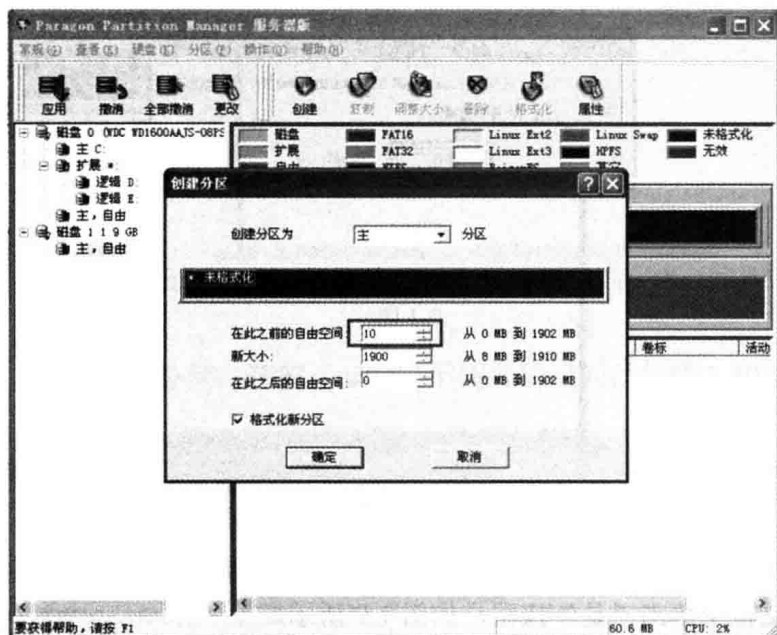
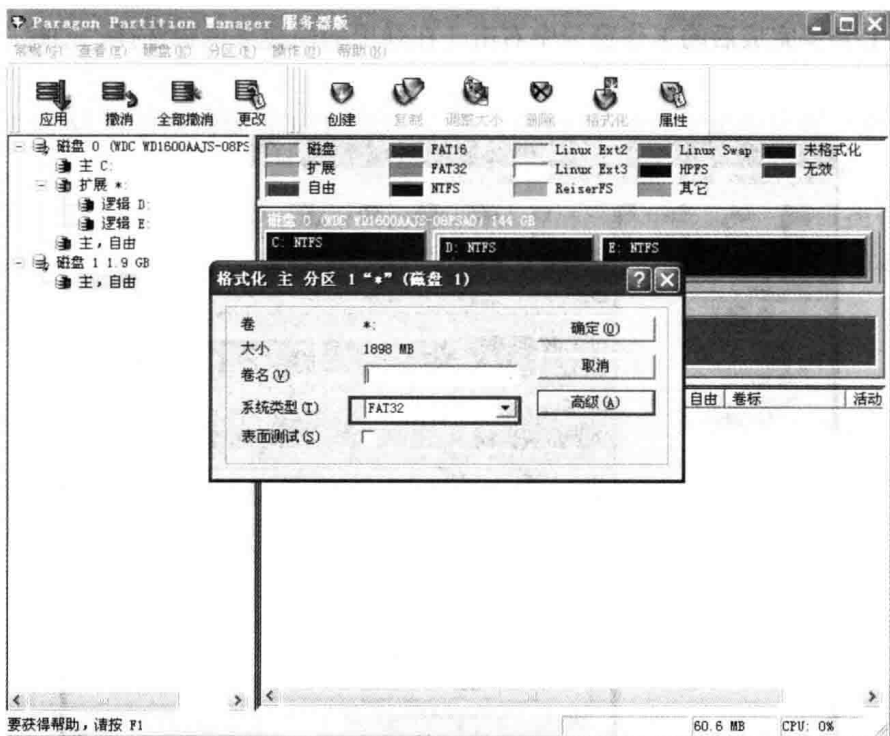
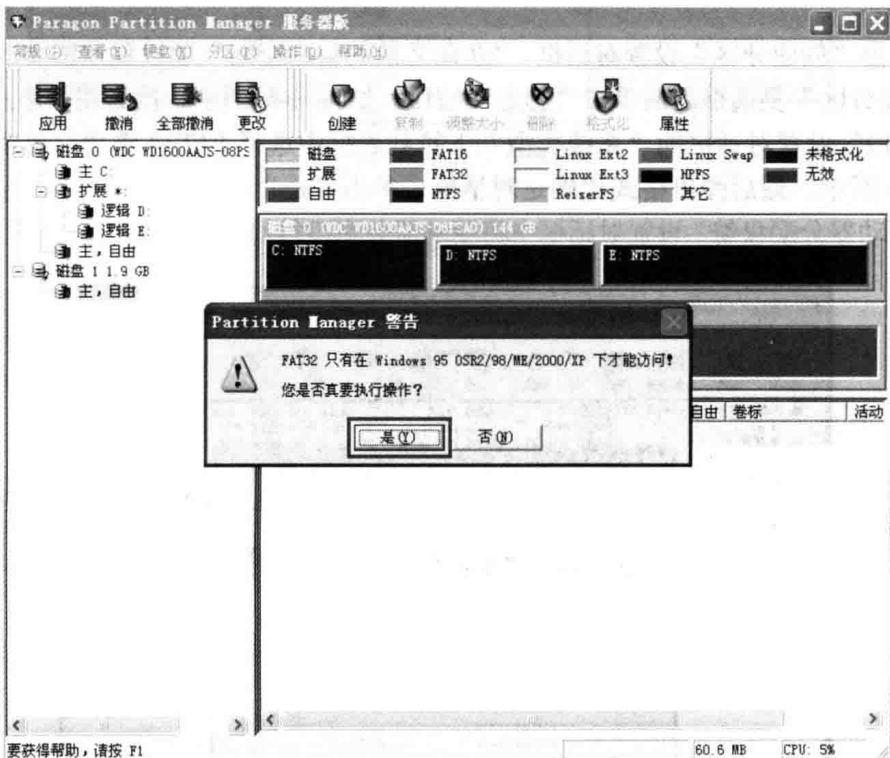

图 1-5
图 1-6
图 1-7
(5) 弹出“创建分区”设置对话框，“在此之前的自由空间”项设置预留 10MB 空间，勾选“格式化新分区”复选框之后单击“确定”按钮，如图 1-5 所示。接着在“格式化主分区 1”（磁盘 1）设置对话框的“系统类型”下拉列表框中选择 FAT32 选项，单击“确定”按钮，如图 1-6 所示。最后弹出格式化确定对话框，单击“是”按钮，如图 1-7 所示。确认格式化后，在“驱动器分配盘符”设置对话框中将驱动器分配盘符设置为 G，SD 卡分区盘符已设定。